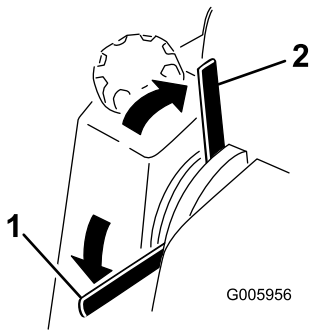

Bild 10
- Drehen Sie den Hebel nach unten, um die Feststellbremse zu aktivieren (Bild 10).
- Drehen Sie den Hebel nach oben, um die Feststellbremse zu lösen (Bild 10).